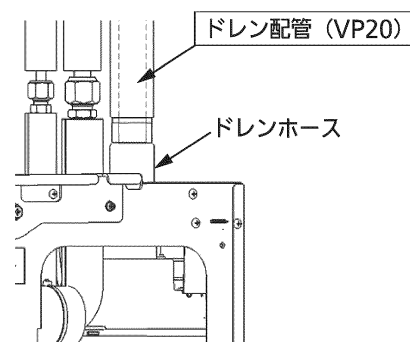

図12
- ① ドレンホースとドレン配管を接続してください。(図12)